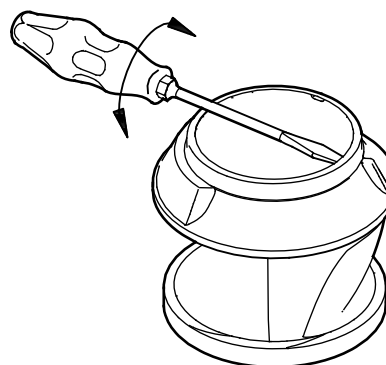

Рис. 14 Демонтаж кольца щелевого уплотнения
5. С помощью отвертки демонтируйте кольцо щелевого уплотнения (49с). См. рис. 14.